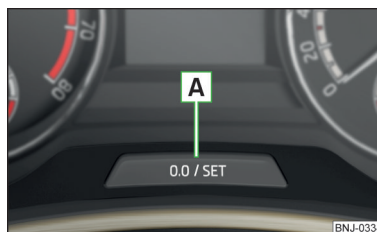

Fig. 35
» Pulse el botón **A** » fig. 35 de la pág. 46.
- » Mantenga pulsada la tecla **A** » fig. 35 hasta que se muestre en la pantalla el punto de menú Hora.